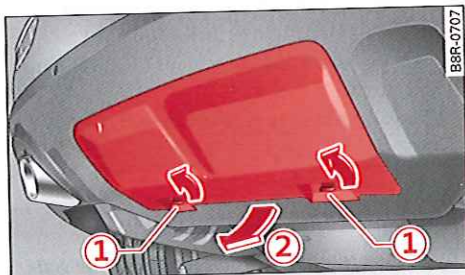

Fig. 121 Zone du pare-chocs arrière : retrait du cache du pare-chocs
- ▶ Après que vous avez détaché la remorque, remettez le capuchon antipoussière (4) en place.
- ▶ Tirez la poignée (1) dans le sens de la flèche. Le dispositif d'attelage est déverrouillé et bascule vers le bas. La couleur de la LED (2) passe du vert (diode allumée) au rouge (clignotement de la diode).
- ▶ Mettez le cache du pare-chocs ⇒ page 120, fig. 121 en place en introduisant d'abord les ergots et tournez les deux fermetures de 90° jusqu'à ce que le cache du pare-chocs s'encliquette correctement.